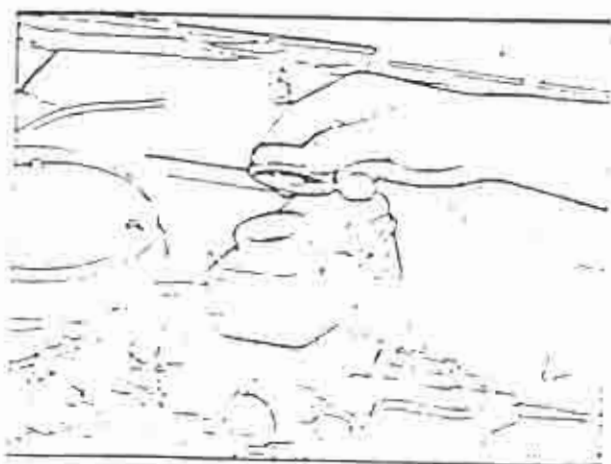

FIGURA 12
- Leva-se a efeito pelo orifício de nível e abastecimento (1) cujo puxão está localizado na parte superior da caixa (figura 12).